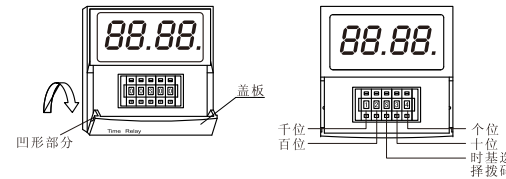

图1
- 步骤一：用手卡住盖板左右两侧的凹形部分，按图1所示向外拉；